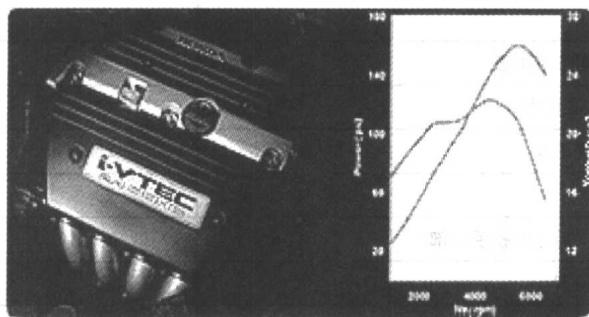
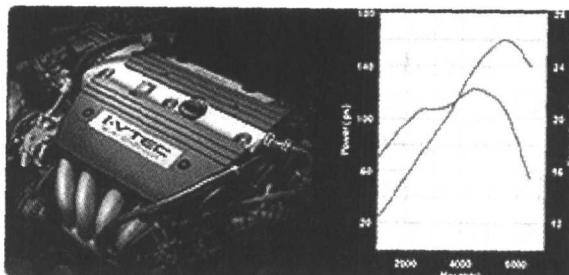
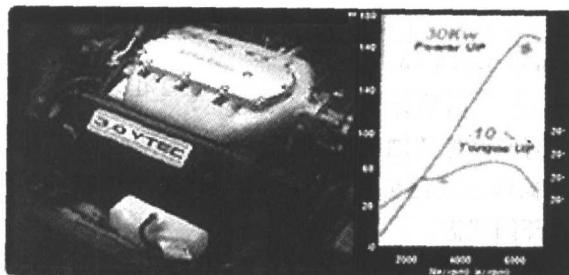

图 1-1 2.0L DOHC I-VTEC 发动机外观及性能曲线
图 1-2 2.4L DOHC I-VTEC 发动机外观及性能曲线
图 1-3 3.0L V6 SOHC VTEC 发动机外观及性能曲线
2.0L DOHC I-VTEC 发动机外观及性能曲线见图 1-1, 2.4L DOHC I-VTEC 发动机外观及性能曲线见图 1-2, 3.0L V6 SOHC VTEC 发动机外观及性能曲线见图 1-3。